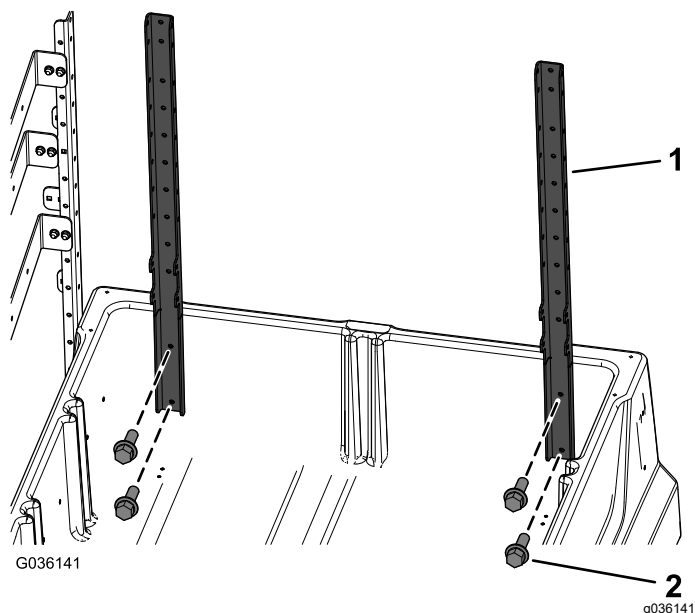

Figura 4
3. Instale, sem apertar, dois suportes da estrutura vertical frontal na parte interior da plataforma de carga com quatro parafusos de cabeça sextavada (1/4 x 3/4 pol.) como se mostra na Figura 4.